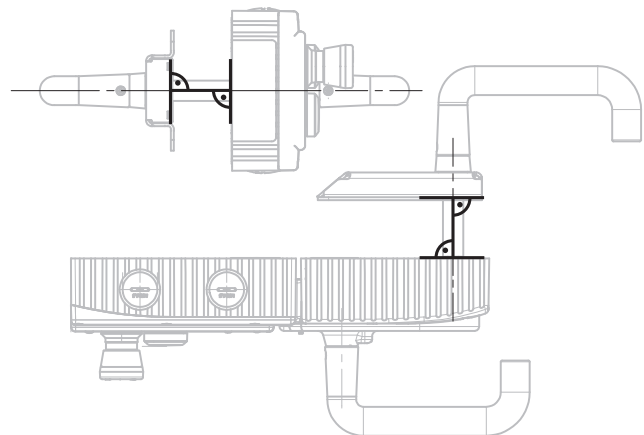
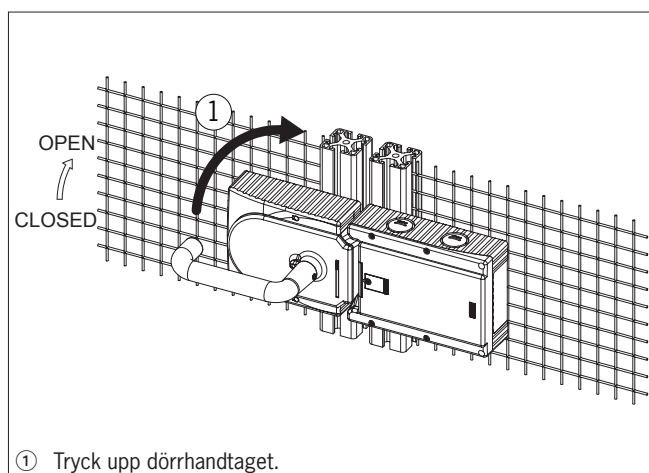

Bild 8: Monteringsexempel för högersvängd dörr (översiktsbild)
Bild 9: Ändra manövreringsriktning, steg ①
Monteringssteg, se bild 8 och bild 9 till 14.
- För vänstersvängda dörrar monteras systemet så att säga omvänt. Dvs. skyddsanordningen öppnar genom att man trycker dörrhandtaget uppåt (se bild 9). Därför måste dörrhandtagets manövreringsriktning ändras (se bild 9 - 14).